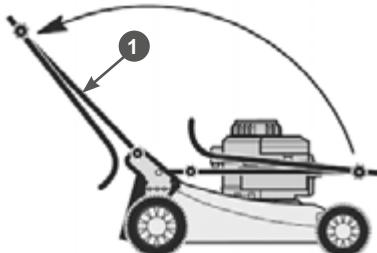

Рис. 3. Установка нижней части рукоятки
- Установите нижнюю часть 1 рукоятки в рабочее положение (Рис. 3).